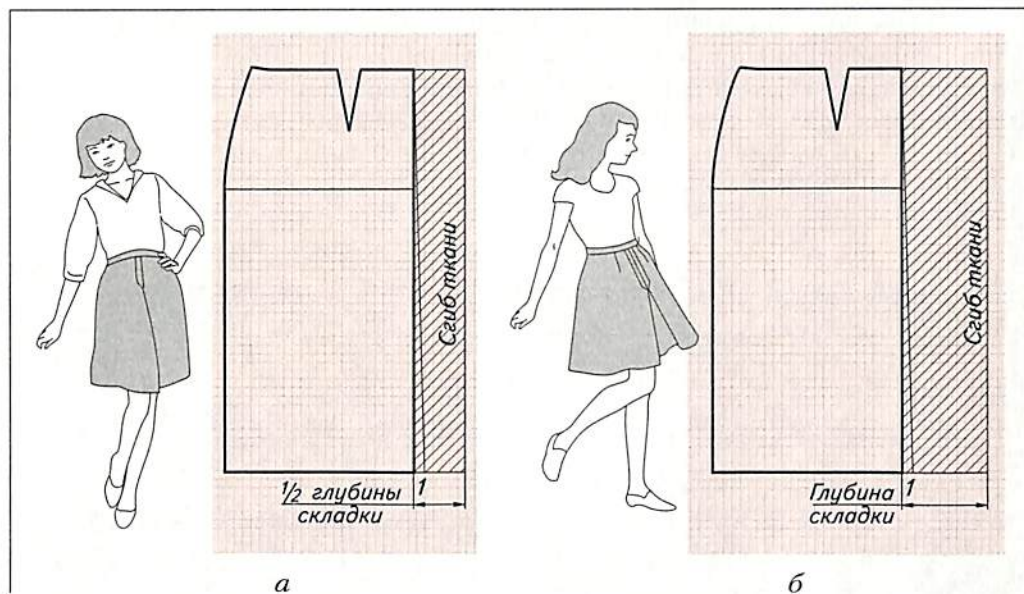

Рис. 40. Моделирование складки посередине полотнища: *а* – односторонней; *б* – двусторонней (встречной)
С помощью метода *параллельного расширения* можно получить модели со складками. На выкройках нужно нарисовать линию сгиба складки. Для этого по линии низа отложить от выкройки 1 см в сторону складки, полученную точку соединить с серединой детали на линии талии (рис. 40).
1. Складка посередине полотнища юбки. Для *односторонней* складки на выкройке полотнища предусмотреть прибавку, равную половине глубины складки (рис. 40, а). Для *двусторонней (встречной)* складки прибавка равна глубине складки (рис. 40, б).